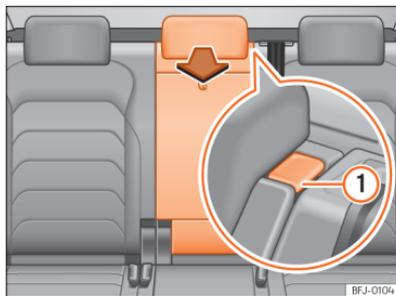

Fig. 207 Encosto do banco traseiro: abertura do alçapão para cargas grandes.
- Pressione o botão de desbloqueio >>> Fig. 207
- ① e rebata o alçapão para a frente >>> ⚠.